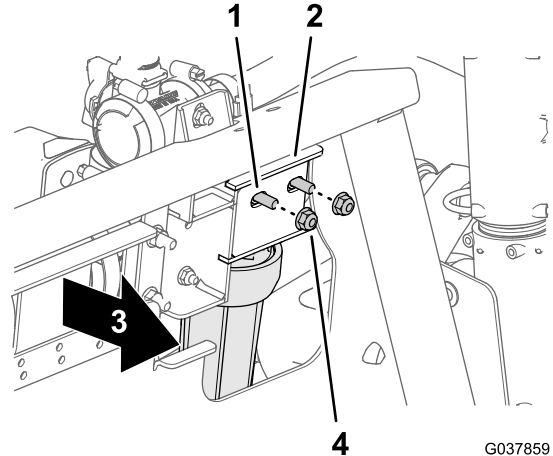

Figure 62
3. Sur le côté avant gauche du support des vannes, retirez les 2 contre-écrous à embase (5/16 po) qui fixent le filtre sous pression au support du collecteur (Figure 62).